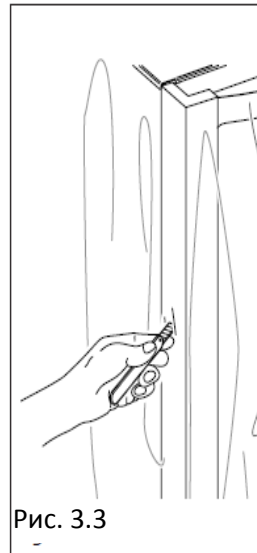

Рис. 3.3
- Освободите автомат от упаковки, разрезав защитную пленку, которой он обернут, вдоль одного из защитных углов (Рис.3.3).